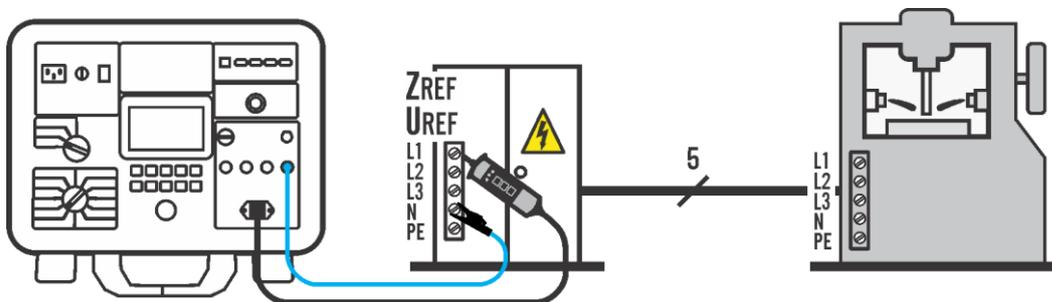

Figura 32: Collegamento per la misura ZREF e UREF (collegamento L/N), esempio
- 1) Collegare i puntali come illustrato nella figura 32, l'icona di alimentazione rossa diventerà verde a conferma che la connessione è stata eseguita correttamente e che la tensione di rete in ingresso è compresa tra 100 e 253 V (connessione L/N) o tra 170 e 440 V (connessione L/L ).